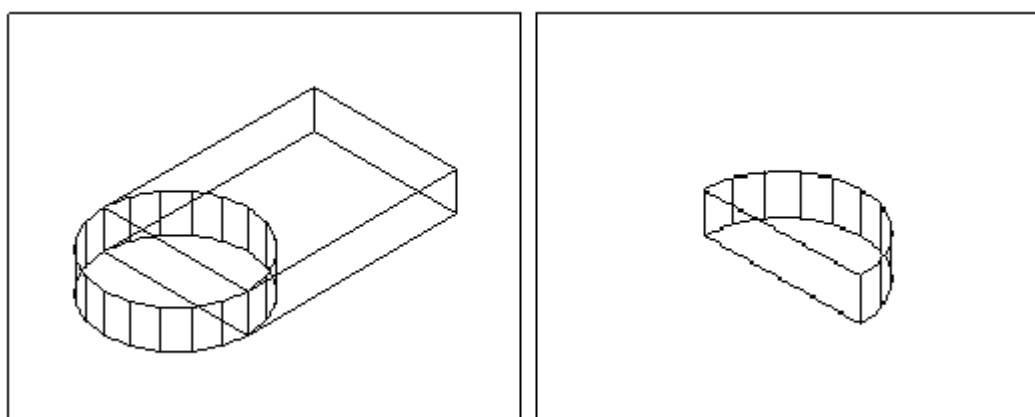

Рисунок 18 - К заданию 2.2.7
2.2.7 Сформировать тело путем пересечения (рисунок 18).